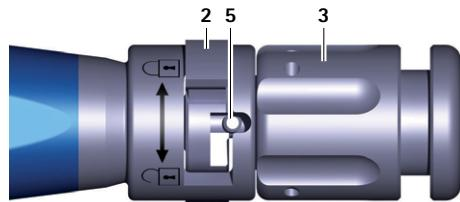

Fig. 4 Grande plano do instrumento introdutor, implante de ensaio/implante tensionado
- ▶ Rodar a porca giratória **3** no instrumento introdutor **A** no sentido horário (sentido "back"), até o implante de ensaio ficar sob tensão, ver Fig. 4.
- Rodar a porca giratória **3** no instrumento introdutor **A** no sentido horário (sentido: “back”), até o implante ficar sob tensão, ver Fig. 4.